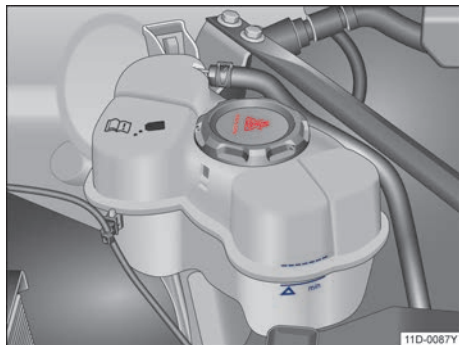

图 164 冷却液补偿容器上的液位标记
- 电驱动装置处于冷态时检查冷却液液位是否处在补偿容器侧面的标记范围内。→ 图 164